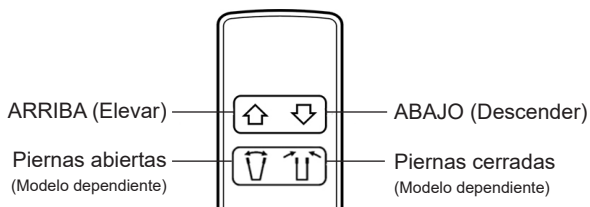

Fig. 9
- Pulse los botones hacia ARRIBA y hacia ABAJO del control de mano; confirme que el brazo sube y baja (Fig. 9).